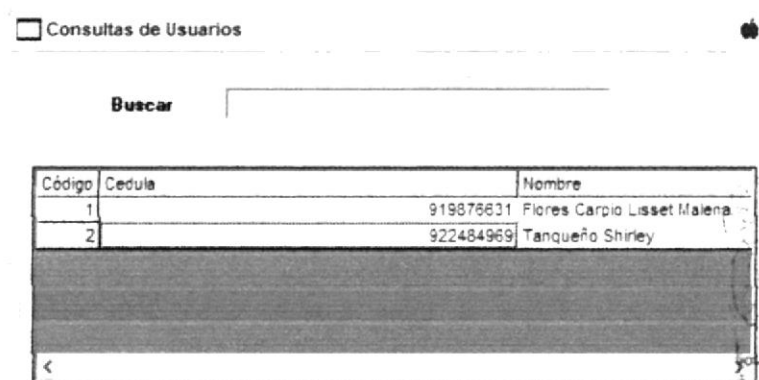

Figura 5.37 Pantalla de Consulta de Usuarios del Sistema
- y aparecerá la pantalla de consulta de Artículos por Bodega.(Ver Figura 5.37).
3. Elija el Usuario que desea modificar dando doble clic en la descripción de este en la Pantalla "Consulta de Usuarios" (Ver Figura 5.37) y volverá automáticamente a la pantalla anterior con todos los campos llenos.